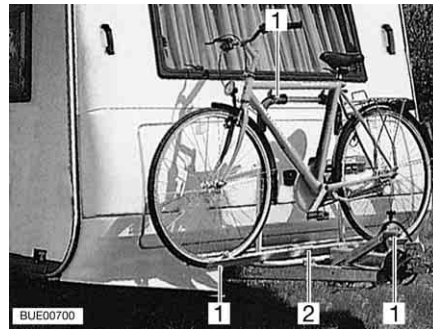

Bild 11 Fahrradträger am Bug
- Fahrräder auf den Fahrradträger (Bild 11,2) aufsetzen und mit Quick-Riemen (Bild 11,1) verzurren.